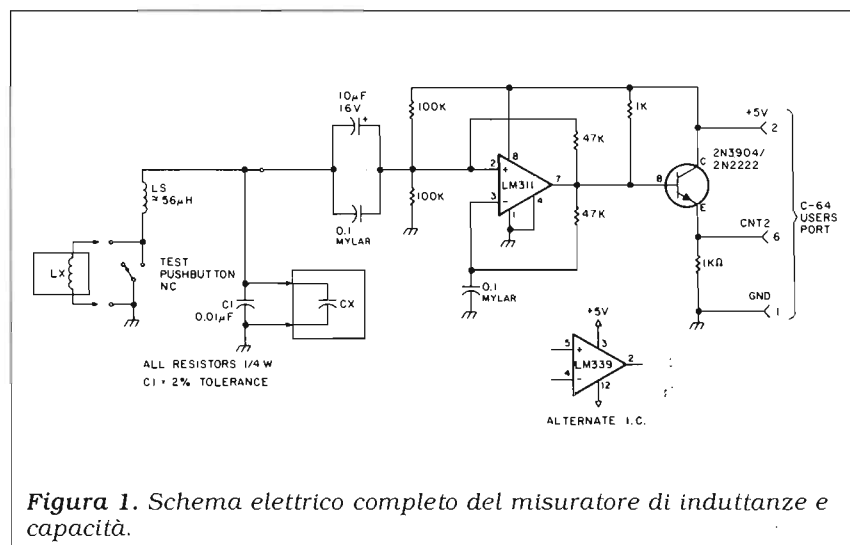

Figura 1. Schema elettrico completo del misuratore di induttanze e capacità.
**3.** Assicurarsi che il terminale inferiore di **LS** sia collegato o commutato alla massa (vedere schema di **figura 1**).
**5.** Il computer richiederà se questa è la prima (F) o seconda (S) frequenza visualizzata; premere il tasto **F** e poi **RETURN**.